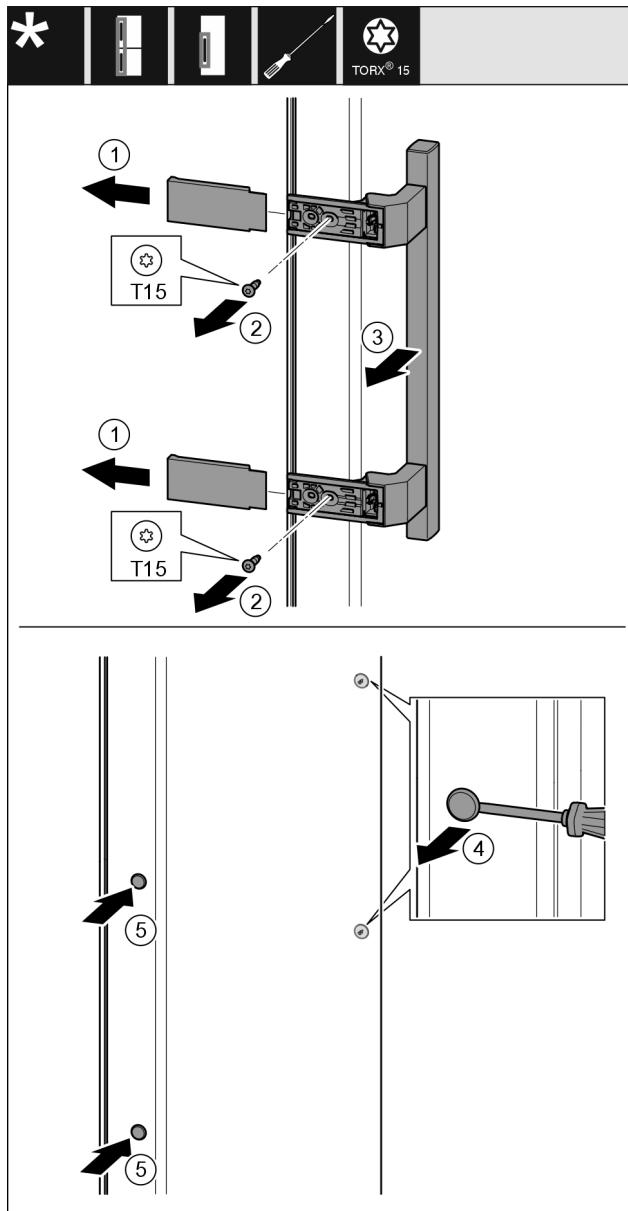

Fig. 24
- ▶ Изтеглете капака Fig. 24 (1).
- ▶ С отвертка отвийте винтовете Fig. 24 (2).
- ▶ Свалете дръжката Fig. 24 (3).
- ▶ С плоска отвертка внимателно повдигнете страничната тапа Fig. 24 (4) и я извадете.
- ▶ Отново поставете тапата Fig. 24 (5) от другата страна.